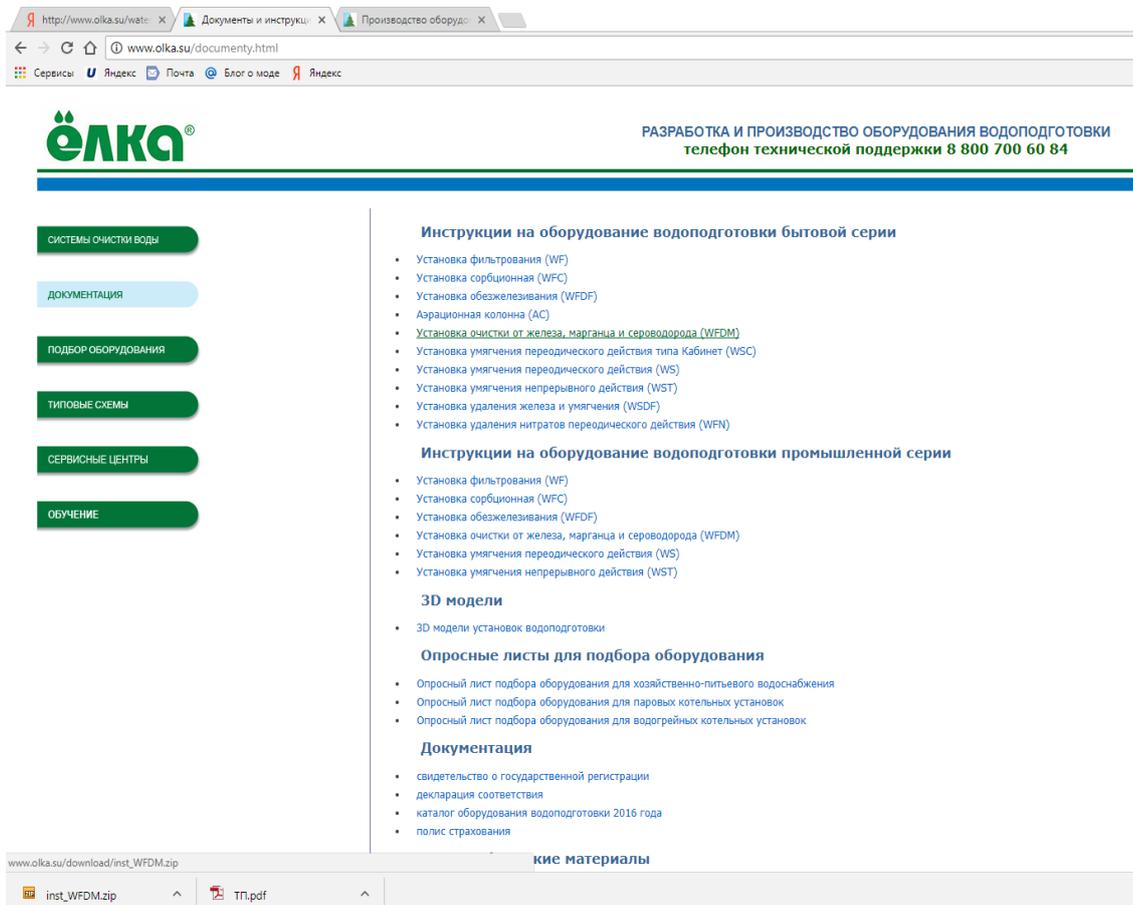

рис. 12
- 5.2. В открывшемся меню находим позицию "Установка очистки от железа марганца и сероводорода WFDM" и активируем её (см. рис. 12).